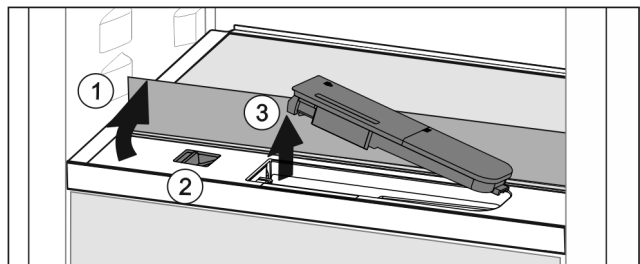

Fig. 164
- ▶ Glasplatte anheben und bis zum Anschlag nach hinten klappen Fig. 164 (1).
- ▶ Schieber Fig. 164 (2) nach links schieben.
- ▶ Wassertank entnehmen Fig. 164 (3).